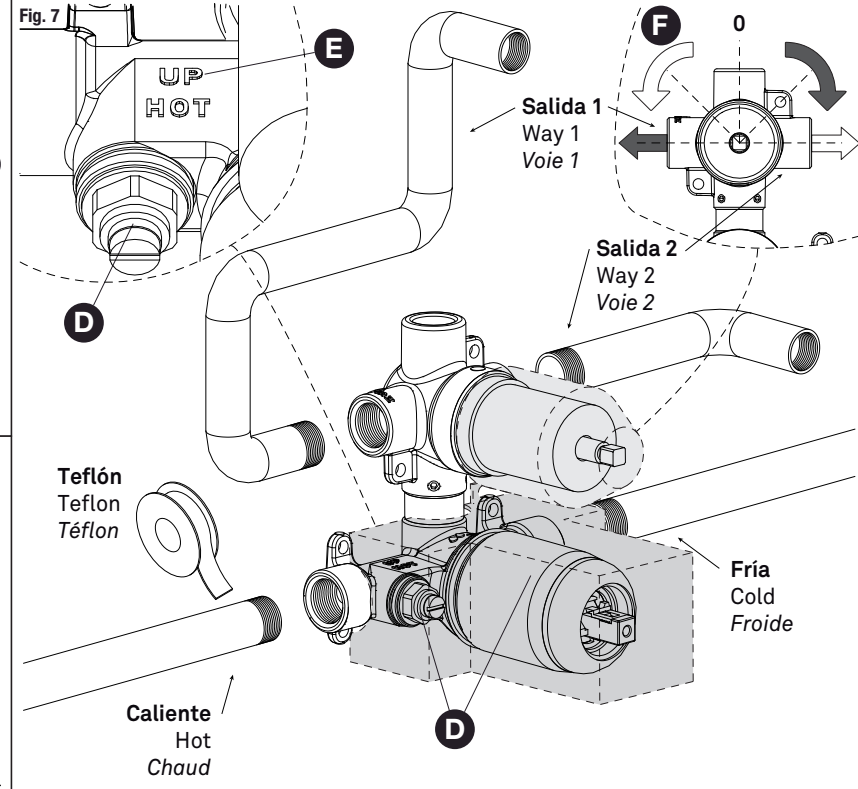

Fig. 7
3) Instalar el cuerpo con el indicador "UP" (D) hacia arriba. El agua caliente se conecta a la izquierda y el agua fría a la derecha. Instale las salidas a su gusto, teniendo en cuenta el diagrama (F). Use teflón en todas las conexiones de rosca (Fig. 7).
3) Install the valve with the "UP" indicator (D) pointing upwards. Hot water must be connected at the left and cold water at the right. Install the outlets considering the diagram (F). Please use teflon in all the threaded fittings (Fig. 7).
3) Installez le corps avec l'indicateur "UP" (D) vers le haut. La connexion de l'eau chaude se fait sur la gauche et la froide à droite. Installez les sorties à votre convenance, en tenant compte du schéma (F). Faire un joint de téflon sur toutes les connexions filetées (Fig. 7).